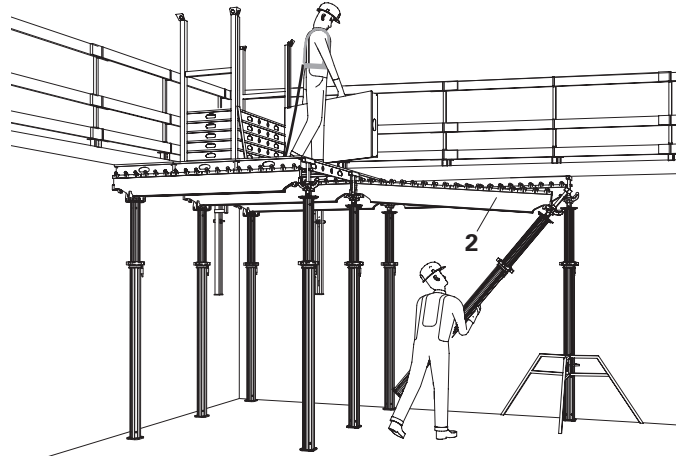

Fig. 18
1. Accrocher la poutrelle primaire SLT 225 (2) dans la tête de décintrement.
4. Bloquer en position à l'aide d'un trépied. (Fig. 18)